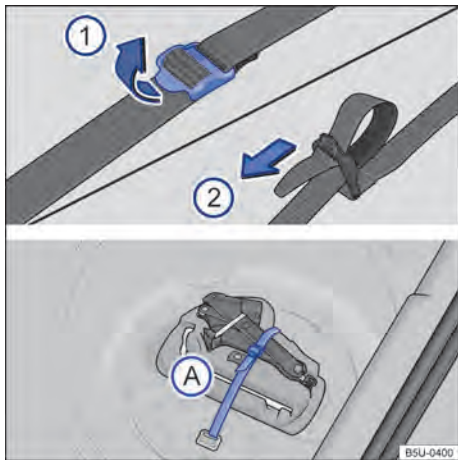

Fig. 106 En el maletero: cinta de fijación de la caja de herramientas y caja de herramientas de a bordo.
Para soltar la cinta de fijación → **fig. 106 A**, tirar de la hebilla en el sentido de la flecha ①.